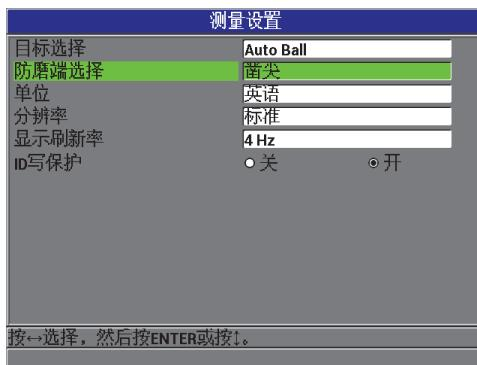

图 4-4 测量设置屏幕
3. 在**测量设置**屏幕中（参见第 68 页的图 4-4），选择 **1/16 Ball**、**1/8 Ball**、**3/16 Ball**、**1/4 Ball**、**3/16 MagBall**、**1/4 MagBall**、**0.5 Disk**、**V Disk** 或 **0.045 Wire**。